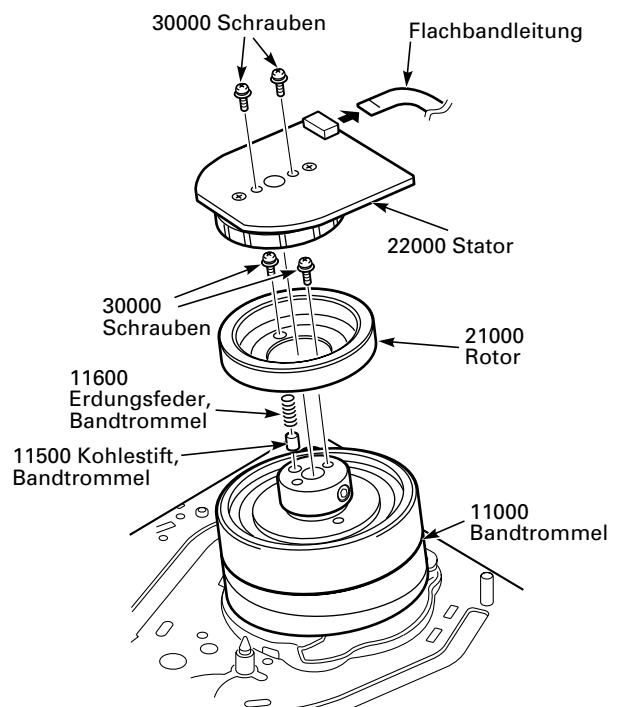

Fig. 8.37
- Zwei Schrauben (Pos. 30000) herausschrauben, Stator des Motors (Pos. 22000) abnehmen und Bandtrommelerdungsfeder (Pos. 11600) herausnehmen (Fig. 8.37).
- Dreht man jetzt das Laufwerk um, fällt der Kohlestift (Pos. 11500) heraus (Fig. 8.37).
- Zwei Schrauben (Pos. 30000) herausdrehen und Rotor des Motors (Pos. 21000) entnehmen (Fig. 8.37).